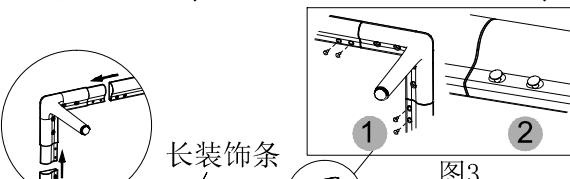

图3
②如图3，用配件包中M3螺丝拧入长、短装饰条安装孔中，拧入长度约螺丝一半，先假固定装饰条。